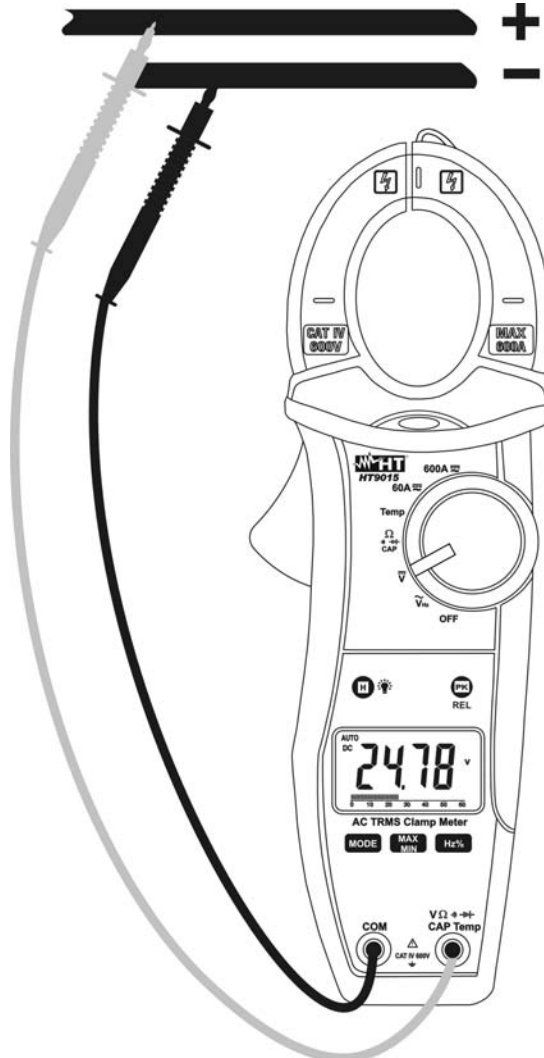

Fig. 4: Uso de la pinza en medidas de Tensión CC
2. Inserte el cable rojo en el terminal de entrada $V\Omega \rightarrow \text{CAPHz\%Temp}$ y el cable negro en el terminal de entrada **COM** (Fig. 4)